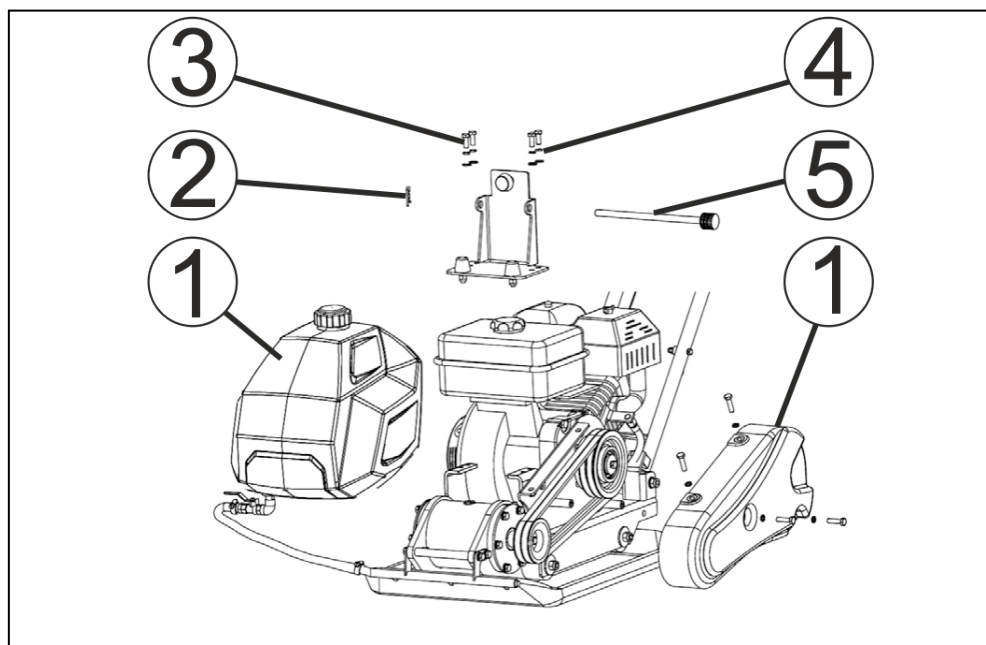
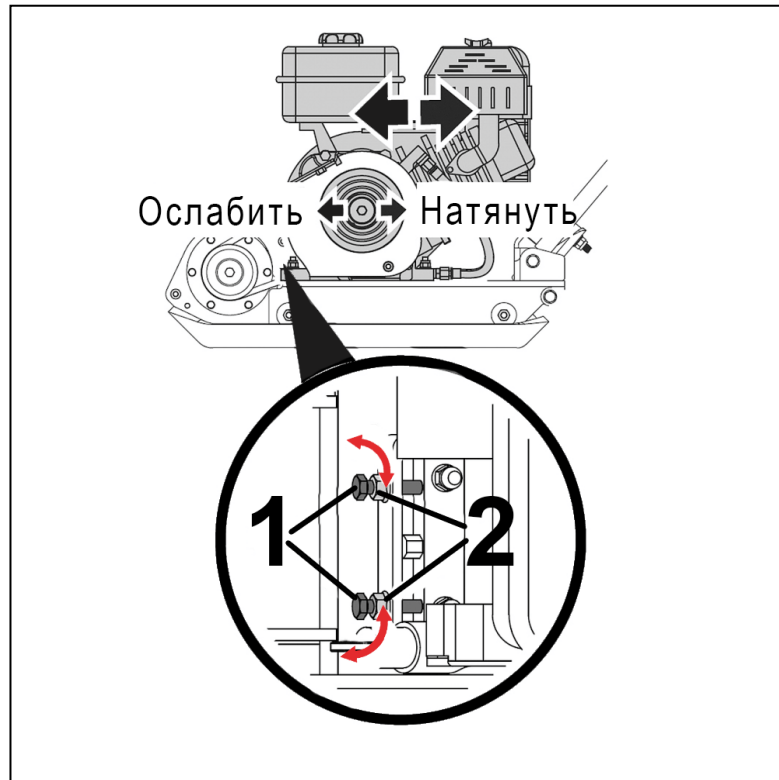

Рис. 26. Частичный разбор для обслуживания ремней.
Рис. 27. Регулировка натяжения ремней.
- для моделей с баком - извлечь шплинт (2), вытянуть шток (5), снять бак (1) для воды и отложить его в сторону (Рис. 26);
- открутить болты (3) крепления кронштейна (4) и снять кронштейн (4) с рамы виброплиты;
- для натяжения ремней ослабьте затяжку гаек (2), после чего закрутите болты (1) натяжного устройства (Рис. 27);
2. Снять бак для воды и отложить его в сторону (Рис. 26).
3. Открутить болты крепления и снять кронштейн бака с рамы виброплиты (Рис. 26).